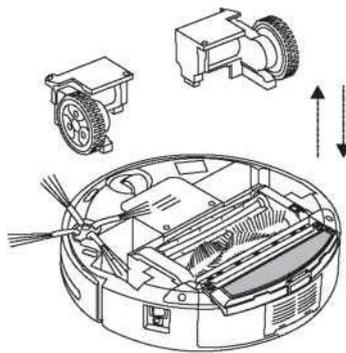

Рисунок 2
2. Затем снимите щетку левой рукой рисунок 2.
2. Снимите правое/левое колесо и очистите щеткой его от посторонних частиц (Рисунок 2).